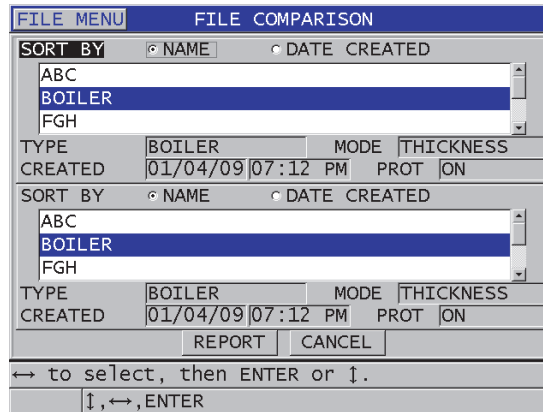

Figura 11-33 Pantalla COMPARACIÓN ARCHIVOS (FILE COMPARISON)
6. En la pantalla **COMPARACIÓN ARCHIVOS (FILE COMPARISON)** [ver Figura 11-33 en la página 240]: